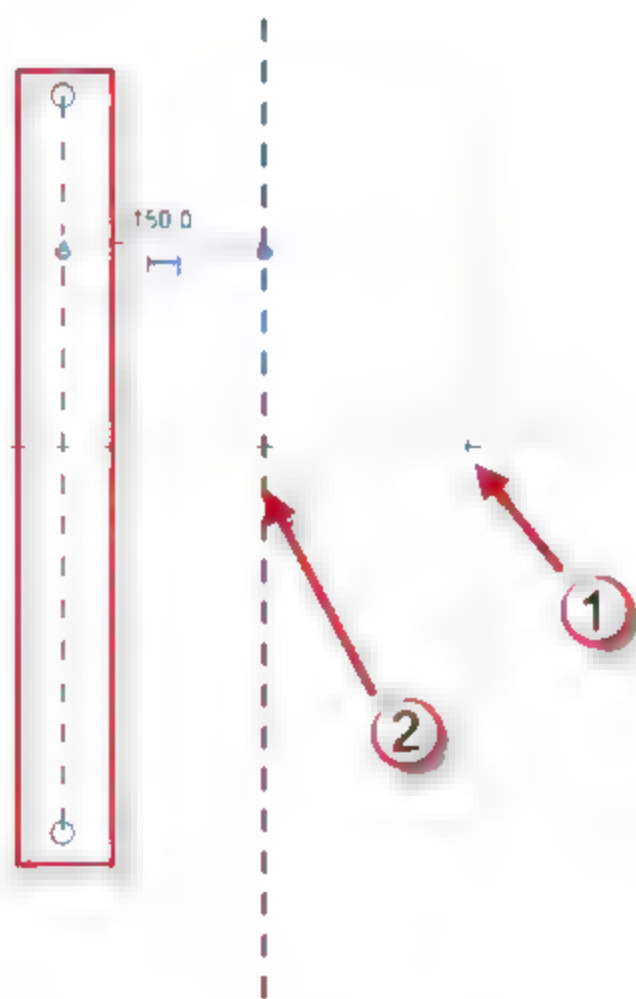

图 12.2.3 完成镜像
(3) 辅助线的镜像。选择绘制完成的辅助线，按快捷键 **M+M**，然后单击中心线，完成镜像绘制，如图 12.2.3 所示。